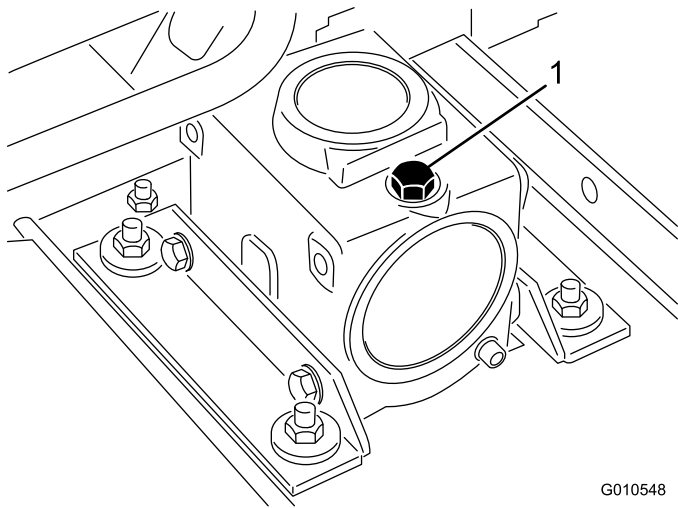

Figura 22
2. Coloque la máquina y la unidad de corte en una superficie nivelada y baje la unidad de corte. Retire la varilla/ tapón de llenado de la parte superior de la caja de engranajes (Figura 22) y asegúrese de que el lubricante está entre las marcas de la varilla. Si el nivel de lubricante es bajo, añada suficiente lubricante SAE 80-90 para que el nivel quede entre las marcas. La capacidad de la caja de engranajes es de 283 ml.